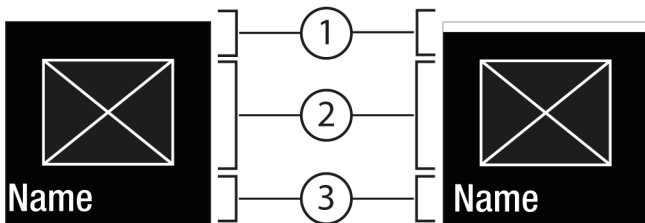
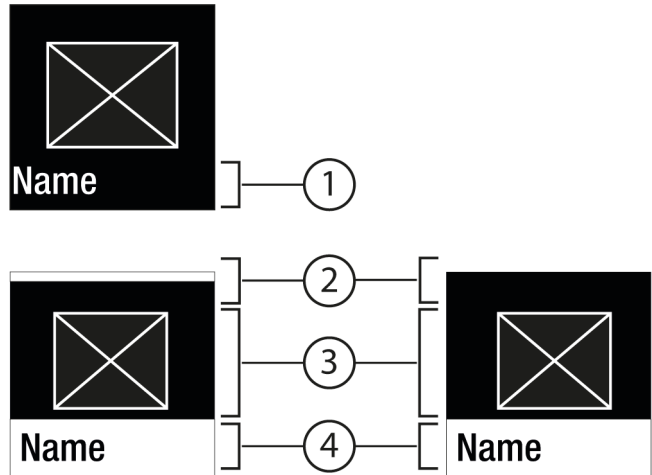

Fig. 6
Fig. 7
- Hent undermenuen Fig. 7 (4) med Bekræft Fig. 5 (2).
- Indstil ny værdi: Vælg en deaktiveret værdi Fig. 6 (1) med Bekræft Fig. 5 (2).
- Tilbage til menuen: Vælg den allerede aktiverede værdi Fig. 6 (2) med Bekræft Fig. 5 (2).
- ▷ Statussen aktiveret *Fig. 6 (1)* vises kort i undermenuen *Fig. 7 (4)*.